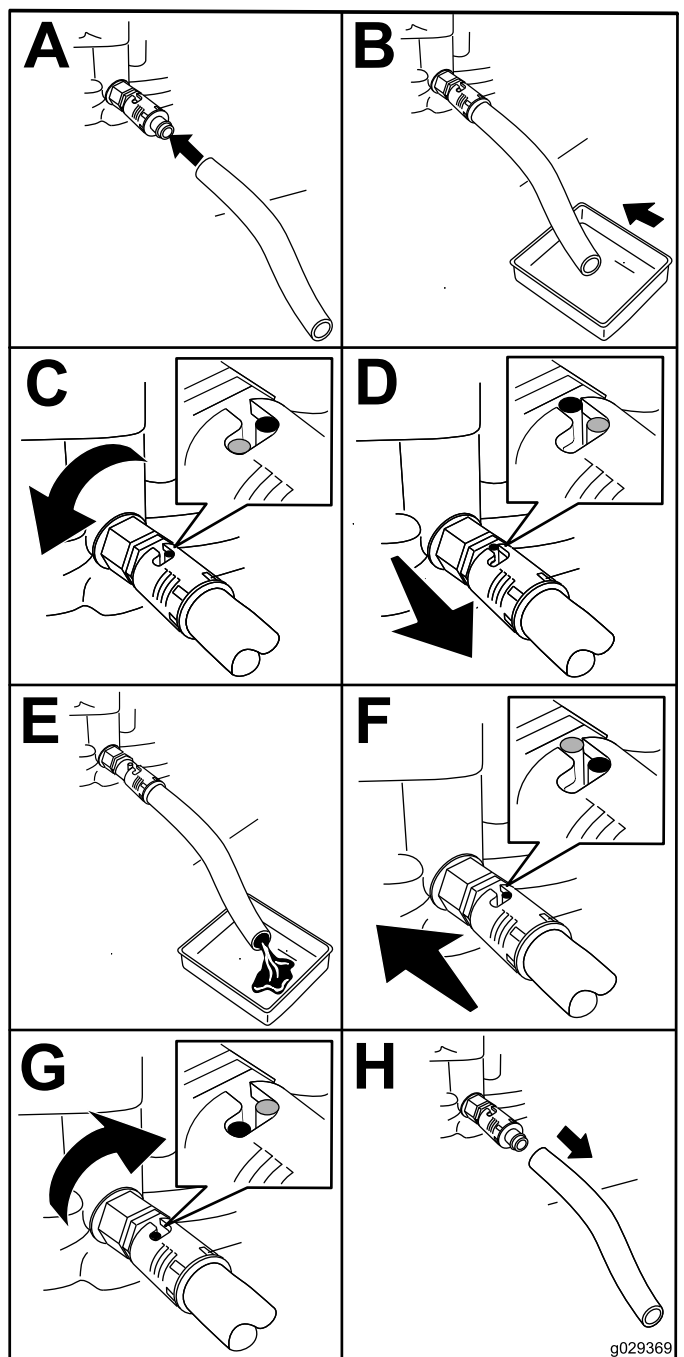

Figura 29
1. Instale la manguera de vaciado en la válvula de vaciado (Figura 29).
2. Coloque el otro extremo de la manguera (Figura 29) en un recipiente con 1 litro de capacidad.
3. Gire la válvula de drenaje de aceite 1/4 en sentido antihorario y deje que el aceite del motor se drene por completo (Figura 29).
4. Gire la válvula de drenaje de aceite 1/4 en sentido horario para cerrar la válvula (Figura 29).
5. Retire la manguera de drenaje (Figura 29) y limpie el aceite que se haya derramado.